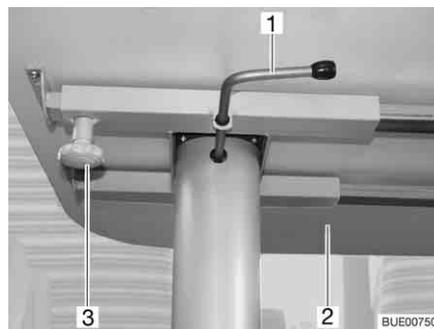

Fig. 70 Mesa elevadora, desplazable
- Aflojar el tornillo moleteado (Fig. 70,3).
- Desplazar a la posición deseada el tablero de la mesa (Fig. 70,2).
- Girar la palanca de bloqueo (Fig. 70,1) hacia la izquierda. El bloqueo del mecanismo de elevación está abierto.
- Presionar el tablero de la mesa (Fig. 70,2) por el centro hacia abajo hasta el tope y mantener presionado.
- Girar la palanca de bloqueo (Fig. 70,1) hacia la derecha (Fig. 70). El mecanismo de elevación está bloqueado.
- Girar la palanca de bloqueo (Fig. 70,1) hacia la izquierda. El bloqueo del mecanismo de elevación está abierto. El tablero de la mesa se desplaza hacia arriba hasta el tope.
- Girar la palanca de bloqueo hacia la derecha (Fig. 70). El mecanismo de elevación está bloqueado.